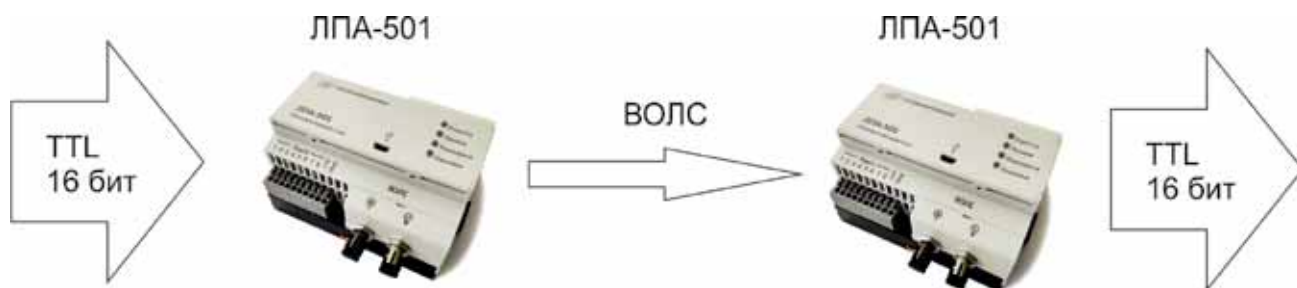

Рис. 4. Однонаправленная передача данных по оптоволокну
- однонаправленная передача данных по оптоволокну (рис. 4). При однонаправленной передаче пользователь также может выбирать исполнения как с гальваническим разделением портов, так и без него, что сократит стоимость. Для дальнейшего сокращения стоимости конечного